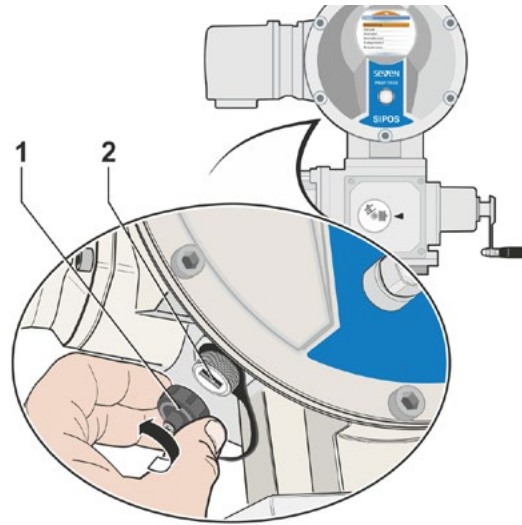

Bild 1: USB-anlutning
1. Skruva av skyddslocket på USB-anlutningen (bild 1, pos. 1). Det hålls fast med ett platsband för att man inte ska tappa det.
- b) USB-kabeln till USB-anlutningen (pos. 2).